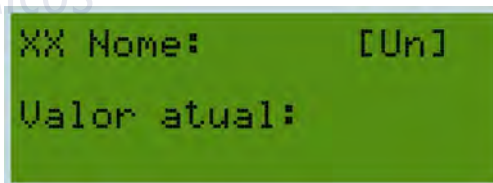

Figura 19: Tela de visualização de ajustes.
- A partir da tela padrão ou de qualquer tela de leitura de medições, pressione a tecla "Selec" uma vez, o primeiro parâmetro passível de ajuste será apresentado na tela de configuração (figura 19) assim como seu valor atual: